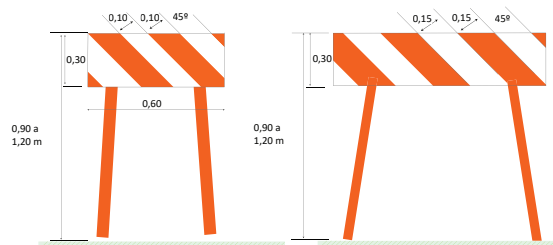
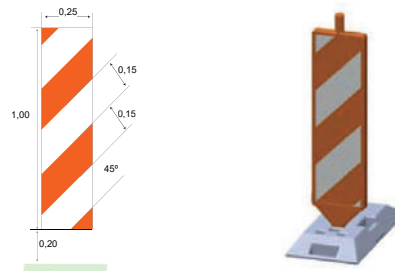
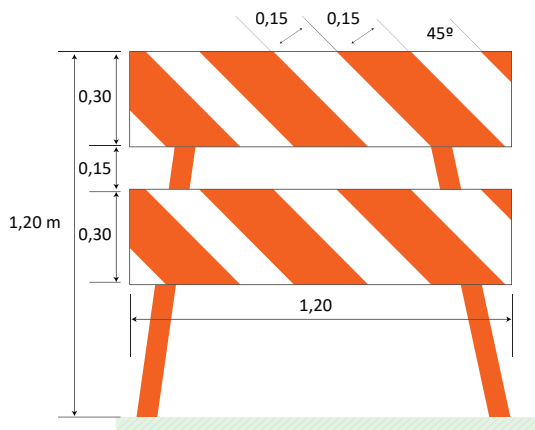

Figura 10 - Barreiras Tipo I (horizontal)
Figura 11 - Barreiras Tipo I (vertical)
Figura 12 - Barreira Tipo II
**Barreira Tipo I:** utilizada para transferir o fluxo de veículos para as faixas remanescentes da via ou desvios e para delimitar a área de serviços móveis, consistindo em um único painel de sinalização. Podem ter os painéis na horizontal (figura 10) ou na vertical (figura 11).
**Barreira Tipo II:** utilizada para transferir o fluxo de veículos para as faixas remanescentes da via ou desvios, e para delimitar a área dos serviços das obras fixas, consistindo em dois painéis de sinalização, conforme a figura 12.
1. A barreira para sinalização viária tipo I na posição horizontal (figura 10), pode ser utilizada somente em vias com velocidade máxima até 60 km/h;
2. As barreiras para sinalização viária tipo I na posição vertical (figura 11), e tipo II (figura 12) podem ser utilizadas em vias de qualquer velocidade regulamentada.